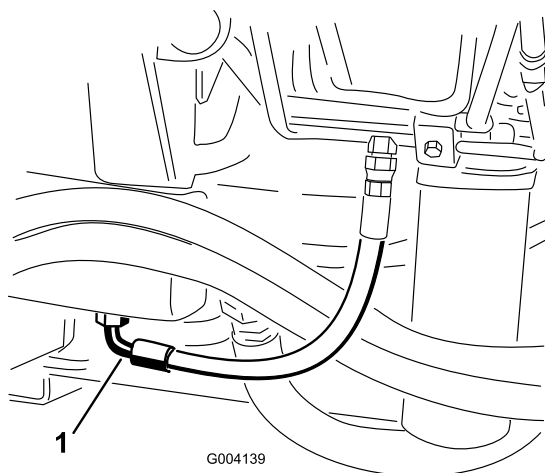

図 75
2. タンク（図 75）の下についているフィッティングの下に、オイルを受ける大型の容器を置く。